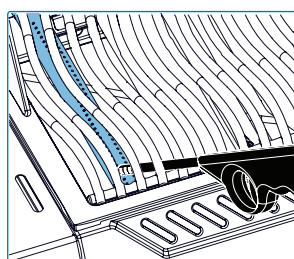

Fig. 11
1. Ouvrez le couvercle du brûleur/gril. (Fig. 11, Fig. 12)